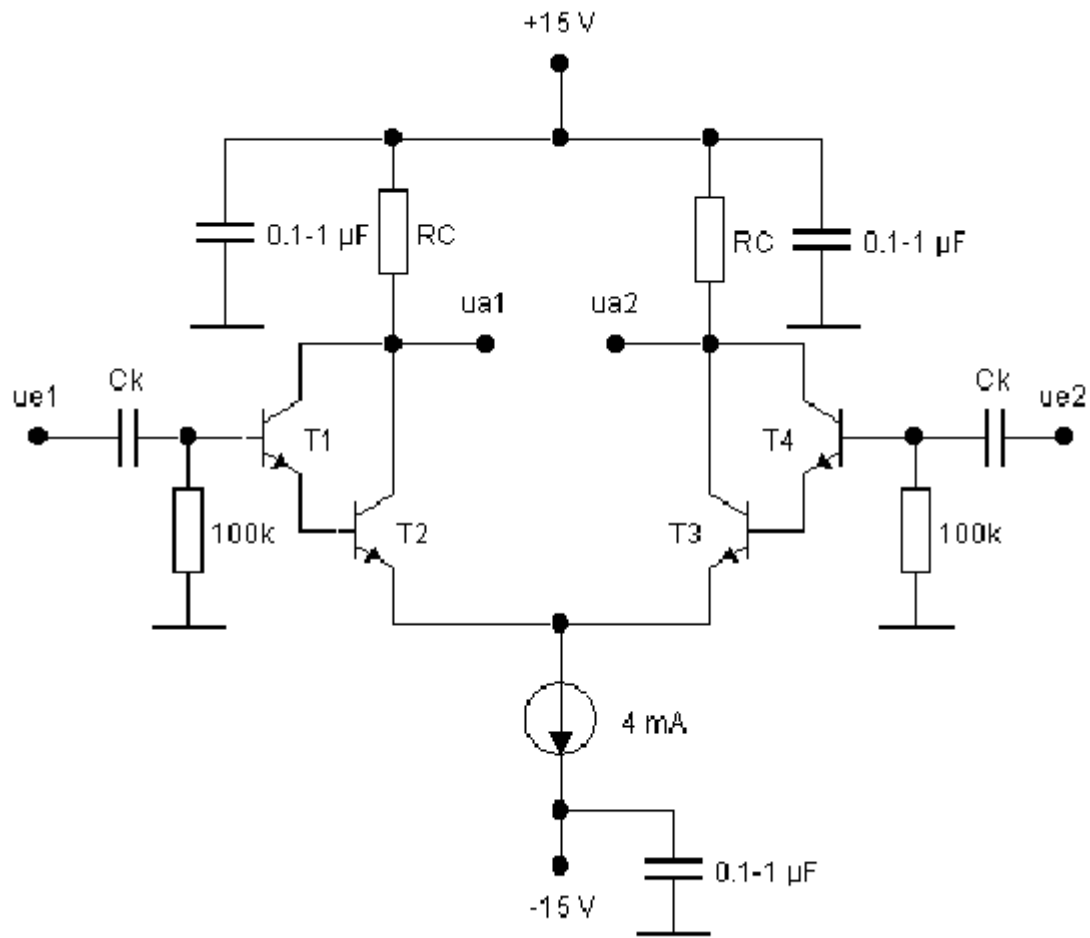

Abb.8 Erhöhung des Eingangswiderstandes von Differenzverstärkern durch Einsatz der Darlington-Schaltung
Testen Sie die Darlington-Schaltung aus Abb. 8 zur Verbesserung des Eingangswiderstandes. Mit Darlington-Schaltungen können Sie viel größere Vorwiderstände benutzen und die Eingangswiderstände wesentlich erhöhen. Überprüfen Sie, ob das auch bei Ihrem Aufbau zutrifft!
- Schließen Sie äußere Gleichspannungsquellen für (störende) Wechselspannungen immer gegen die Masse kurz, indem Sie - wie in Abb.8 gezeigt - Kondensatoren einsetzen, die möglichst nahe an den aktiven Bauelementen sitzen sollten.